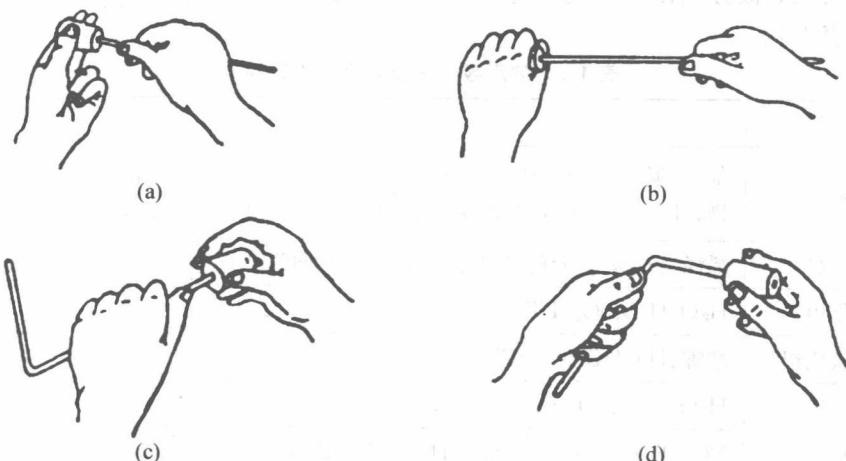

图 1-1 玻璃管与塞子连接时的操作方法
(1) 需要用玻璃管和塞子连接装置时,用力处不要离塞子太远,如图1-1中(a)和(c)所示的操作是正确的,(b)和(d)的操作是不正确的,尤其是插入温度计时,要特别小心。